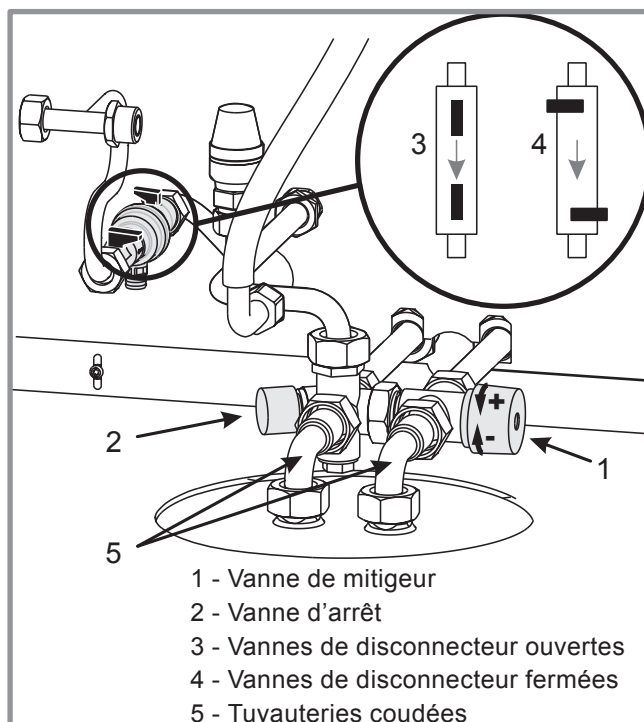

figure 34 - effinox condens duo 5000
- Tourner la molette (rep.1, *figure 34*) vers (+), jusqu'en butée.